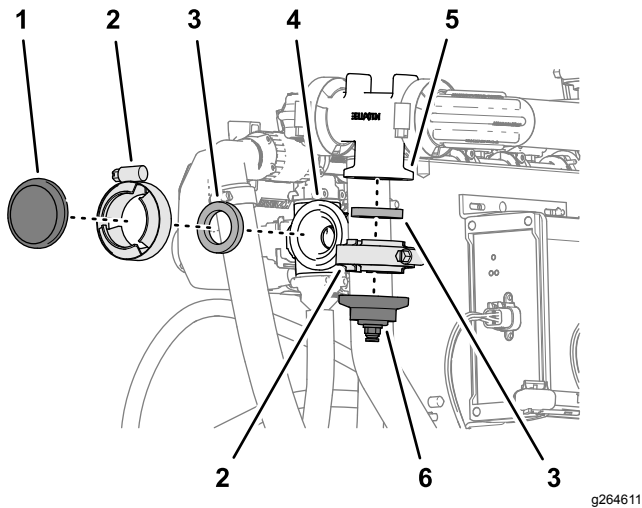

Figura 137
1. Retire a braçadeira de flange e junta que prendem a tampa direita à flange da válvula do bico 10 (Figura 137).
2. Retire a braçadeira de flange e a junta que prendem a junta e união do tubo na flange do coletor do fluxímetro (Figura 137).